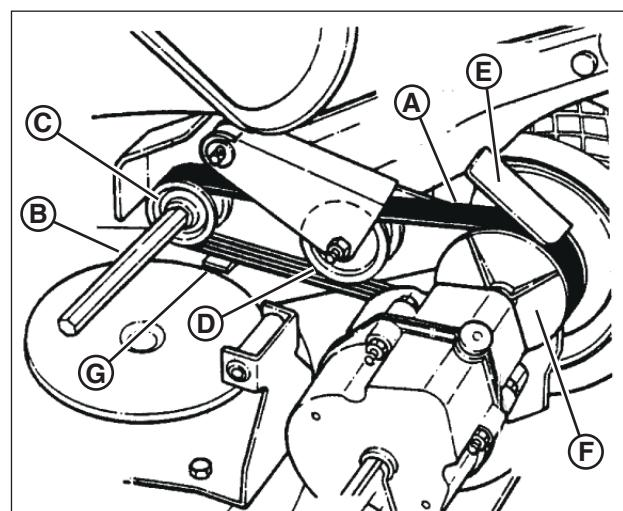

Figura 35: Encaminamiento de la correa Poly-V
3. Coloque la nueva correa Poly-V (**A**, Figura 35) sobre el extremo del eje hexagonal (**B**) y en la polea de transmisión (**C**).